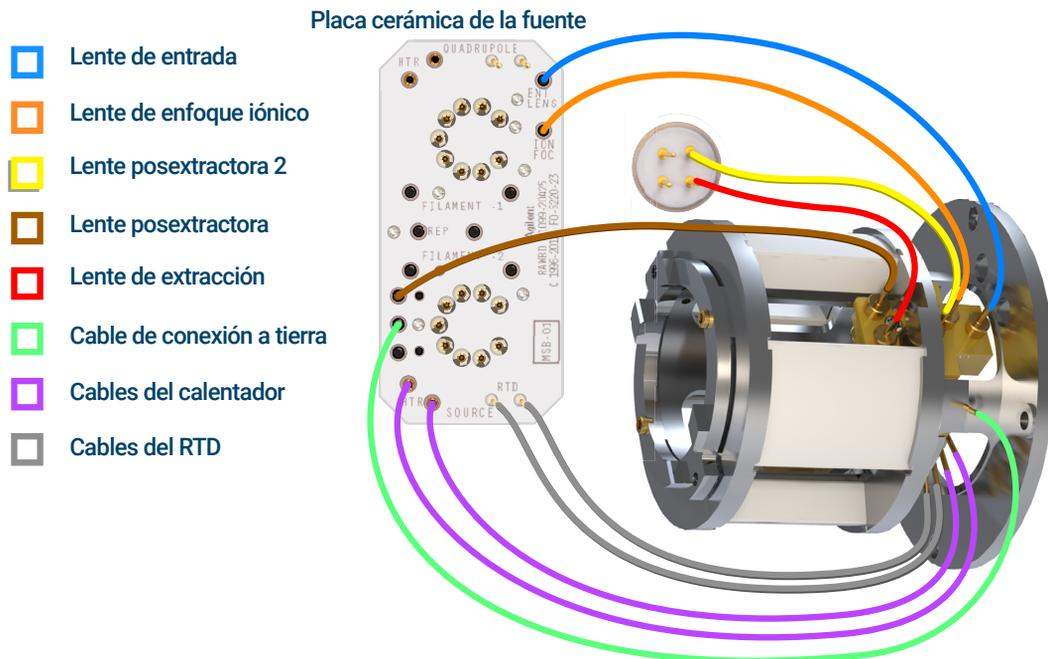

Figura 77. Cableado del radiador de la fuente EI HES
- 1 Use pinzas o alicates de punta para conectar/desconectar el cable verde de conexión a tierra y los cables de las cinco lentes del radiador. No doble los cables más de lo necesario. (Consulte la **Figura 77**).